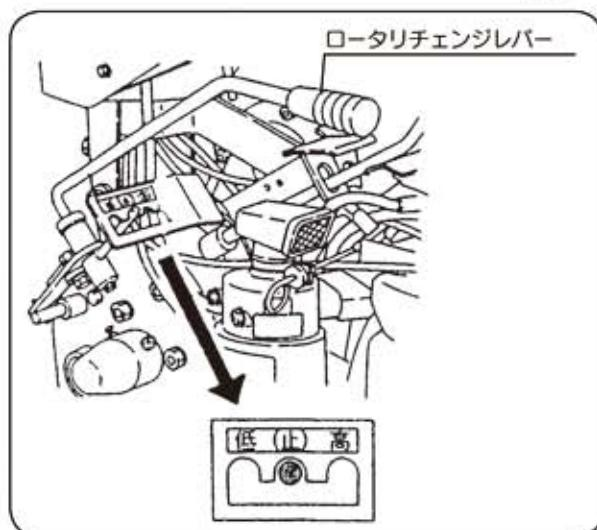

図4
- ② ロータリーチェンジレバーを「止」の位置にします。 (図4)